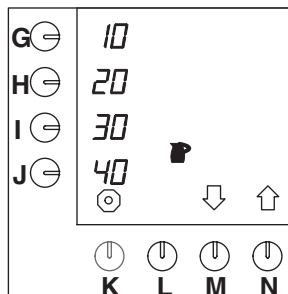

Fig. 27 Wijzigen voorgeprogrammeerde keuzetoetsen voor kannen
- Druk op selectietoets (N.)↑ tot fig. 27 in het display verschijnt.